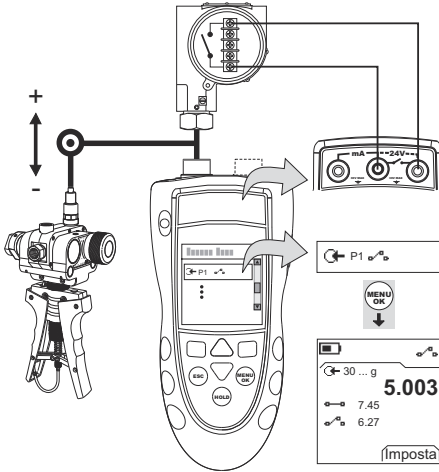

Figura 4: Esempio di configurazione - Test del pressostato
1. Collegare lo strumento (Figura 4) e, se necessario, modificarne il Setup (Tabella 1).